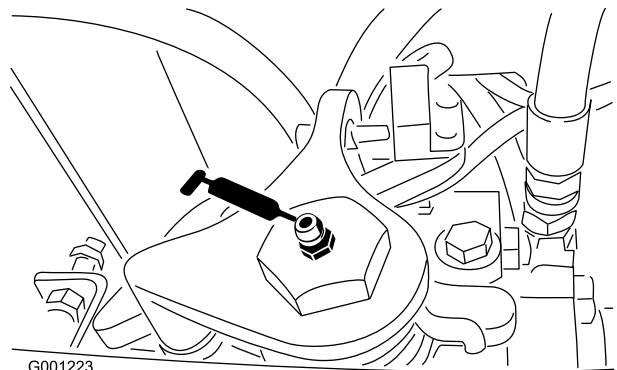

Bild 41
- Getriebeneutralwelle (Bild 41)